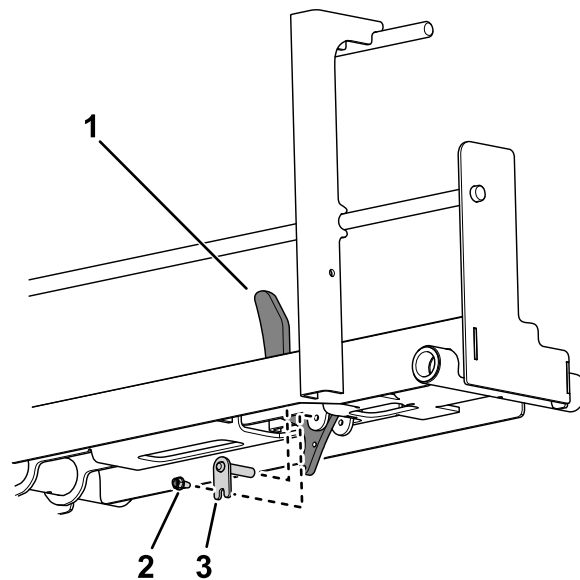

Figura 12
4. Utilize um pino de leme e um parafuso de cabeça sextavada para fixar o batente da roda ao conjunto do carril (Figura 12).